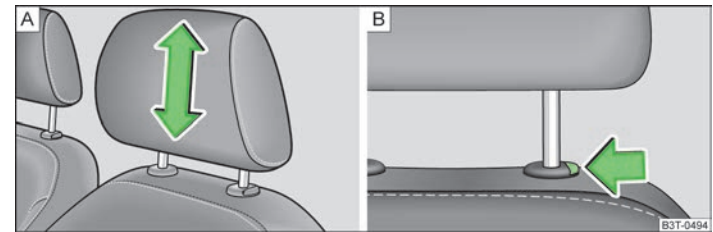

Fig. 47 Tetiera: Reglarea / demontarea
- Prindeți tetiera din lateral, cu ambele mâini și mișcați-o în sus, după dorință » fig. 47 - A.
- Dacă doriți să împingeți tetiera în jos, trebuie să apăsați tasta de siguranță » fig. 47 - B cu o mână și să o mențineți apăsată, iar cu cealaltă mână să apăsați tetiera în jos.
- Apăsați tasta de siguranță în sensul săgeții » fig. 47 - B și trageți afară tetiera.